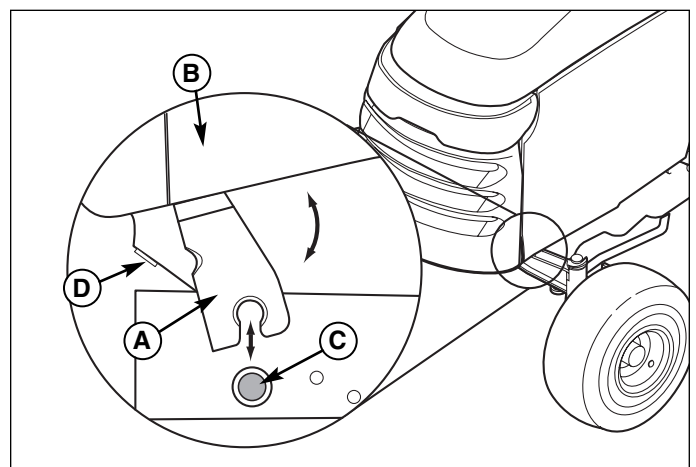

Figura 13. Rimozione ed installazione del cofano
3. Far oscillare il cofano leggermente indietro e sollevarlo (B, Figura 13) dai poli di articolazione (C). Poggiare il cofano su una superficie pulita e piatta.
1. Poggiare i poli a cardine (A, Figura 13) sui poli di articolazione (C).
2. Far rotolare il cofano in avanti fin quando non raggiunge i punti di arresto (D).
3. Montare il portalampada e la lampada (A) spingendoli nella mascherina (B) e ruotando il portalampada e la lampadina in senso orario. Ripetere sull'altro lato.